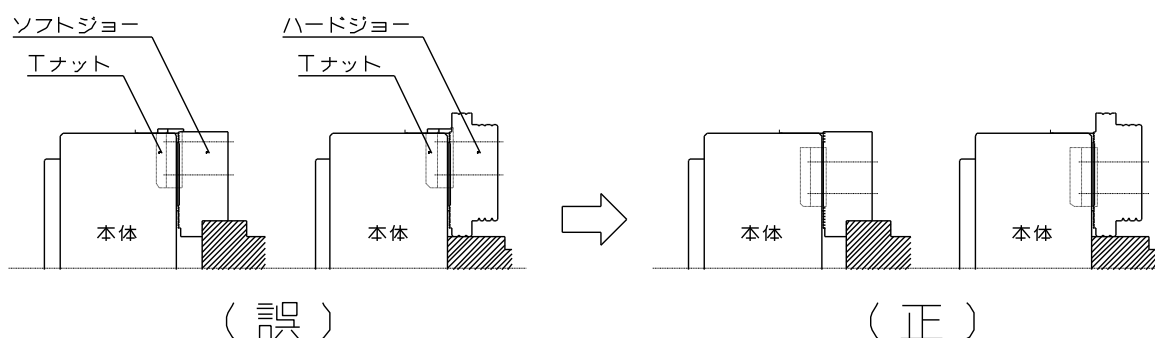

図 11
- T ナットはマスタジョーより飛び出さない状態で使用すること。(図 11 参照)